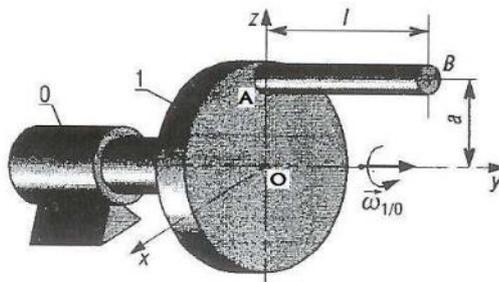

Figure V.4
Exercice 03. Une tige mince AB, de longueur (l) et de masse (m) est fixé sur un disque (1) en rotation à la vitesse $\vec{\omega}_{1/0}$ par rapport à un bâti fixe (0). (Voir Figure V.4).